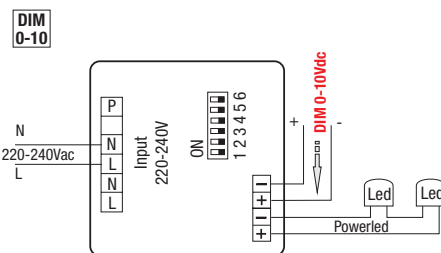

Fig. 3 - RN9167 - RN9167/BI
- B - Funzione PUSH (P) - Fig. 3 -** tramite pulsante NA. Con una pressione breve si ottengono accensione e spegnimento, con una pressione prolungata si ottiene la regolazione.
- B - PUSH function (P) - Fig. 3 -** by means of NO button. By briefly pressing the button the system turns on and off, by holding it pressed it is possible to carry out regulations